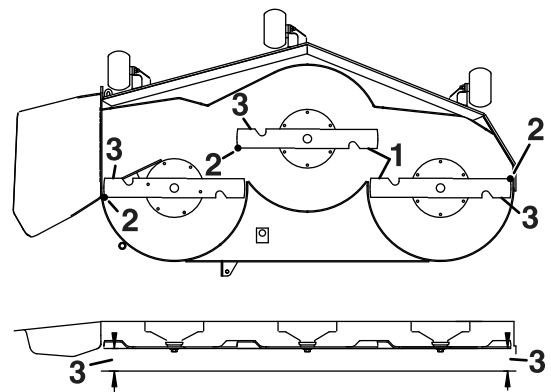

Figura 63
5. Mida entre los bordes de corte exteriores y la superficie plana (Figura 63).